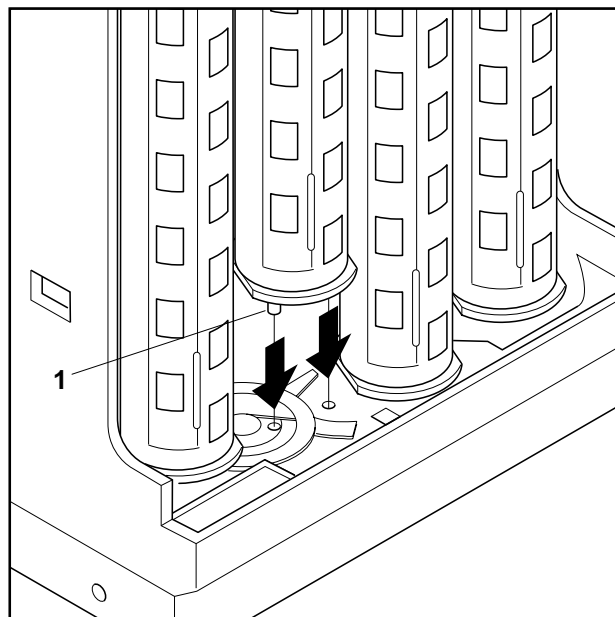

Abb. 16: Tuben einbauen
- Tube links oder Tube rechts so in den Auszahlstanz einsetzen, daß die 2 Stifte (1) unten an der Tube in die Löcher am Auszahlstanz eingreifen. (Abb. 16)